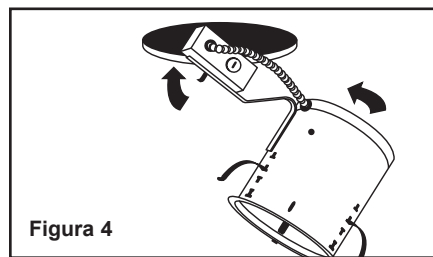

Figura 4
Paso 4. Presione la carcasa a través de la abertura en el techo de modo que esté a ras con el techo (Figura 4). Presione los clips de retención hacia afuera hasta que la pestaña del clip encaje en su posición.